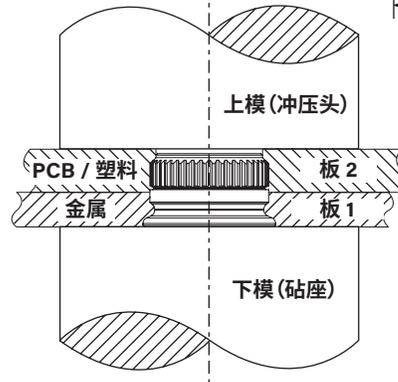

图 SFK-2
3. 将板 2 放在紧固件上并施加挤压力。(见图 SFK-2)。